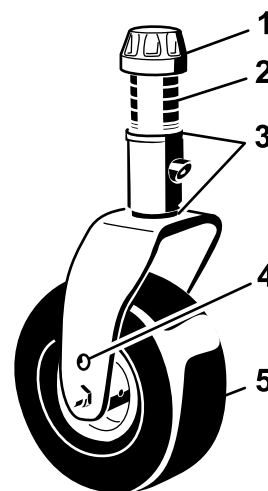

Figura 141
- Togliete il cappuccio di tensione dall'asse del perno della ruota orientabile ed estraete il perno dal braccio della ruota orientabile (Figura 141).
Rimuovete il cappuccio di tensione e la forcella della ruota orientabile (Figura 141).